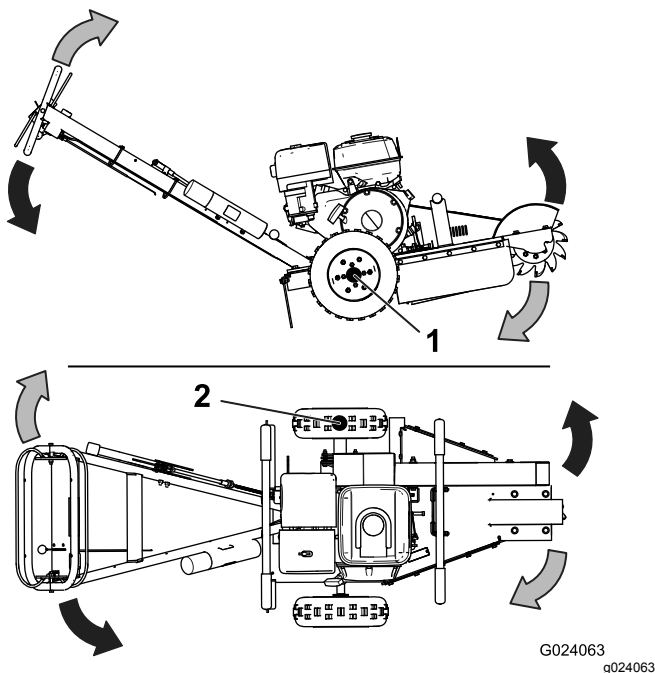

Figura 10
2. Empuje el manillar hacia abajo lo suficiente para levantar la rueda de corte del suelo (Figura 10).
5. Mueva la rueda de corte hacia un lado (Figura 10), luego bájela aproximadamente 1 cm – 2.5 cm ($\frac{1}{2}$ " a 1") sobre la esquina superior delantera del tocón.